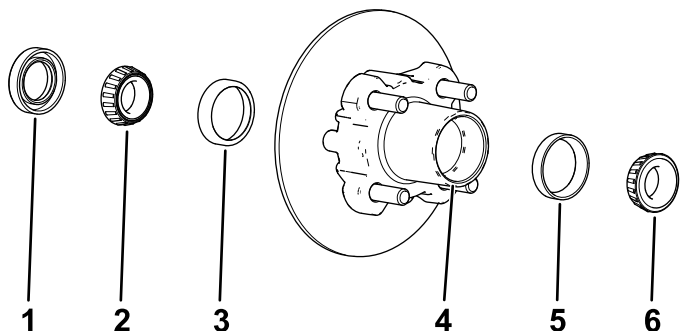

Figura 40
1. Retire el cojinete exterior y el anillo de rodadura del cubo (Figura 40).
2. Retire la junta y el cojinete interior del cubo (Figura 40).
5. Limpie el hueco del cubo para eliminar cualquier resto de grasa, suciedad y residuos (Figura 40).
7. Llene el hueco del cubo hasta un 50-80% de su capacidad con grasa del tipo especificado (Figura 40).
8. Monte el cojinete interior sobre el anillo en el lado interior del cubo e instale la junta (Figura 40).